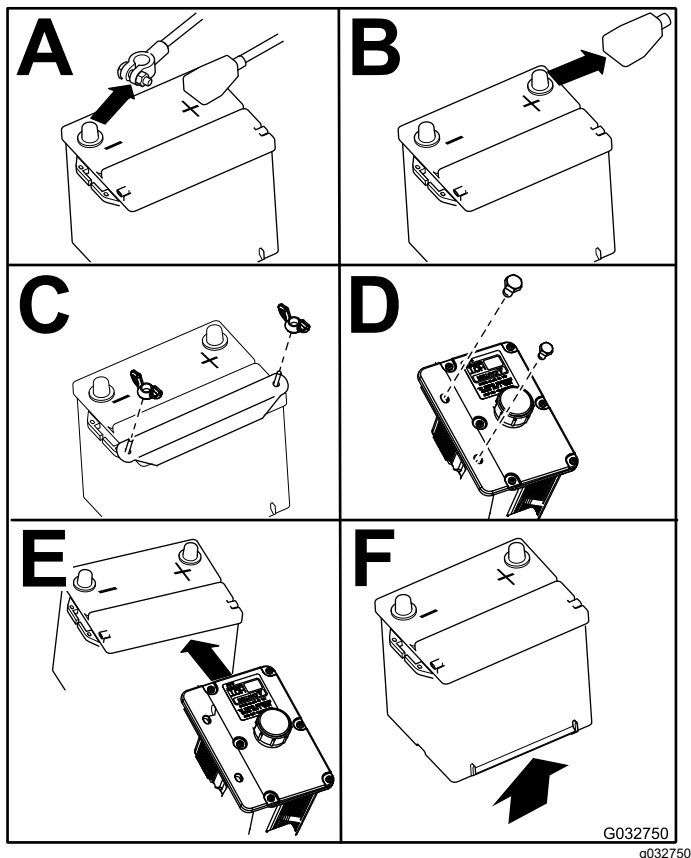

Bild 42
4. Nehmen Sie die Batterie heraus, wie in Bild 42 abgebildet.